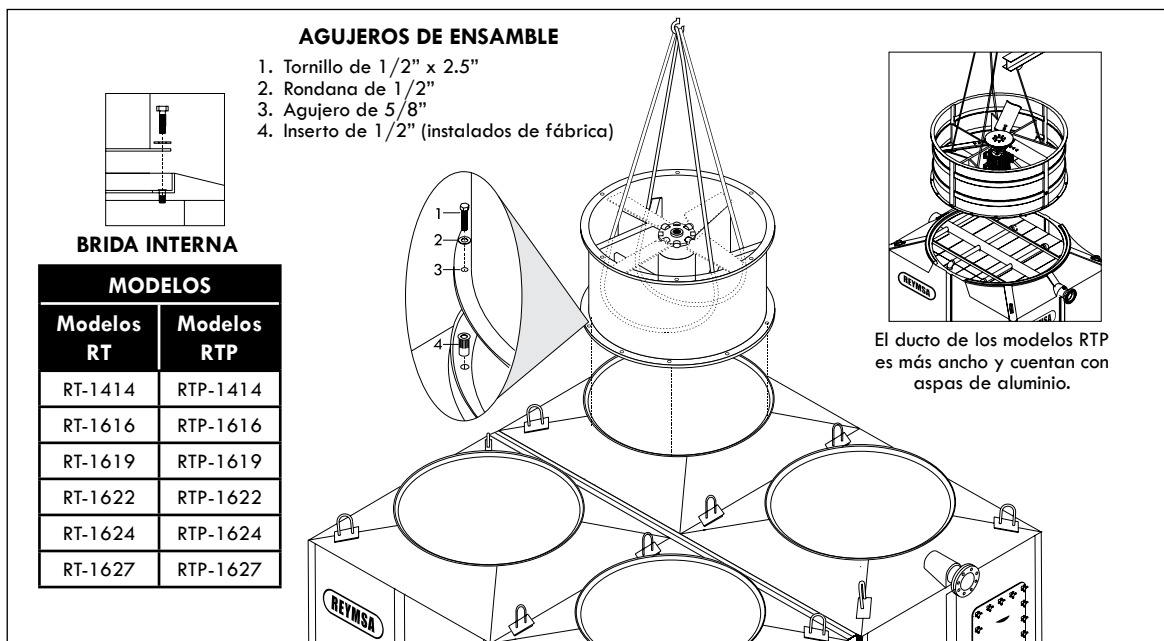

Figura A-32: Instalación del ducto en una torre de cuatro ventiladores
- Q. Luego sujete el soporte del ventilador con doble banda a manera de cuna (como se muestra en la Figura A-32) para que lo pueda levantar con una grúa y ensamblarlo.